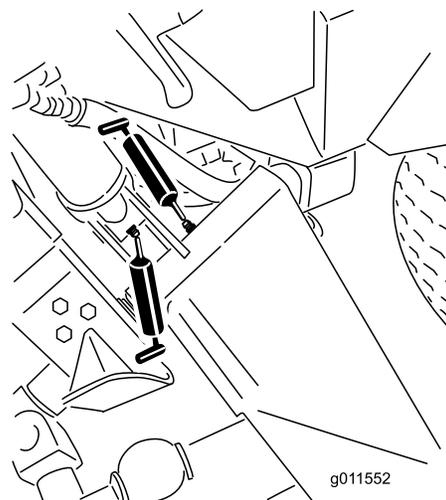
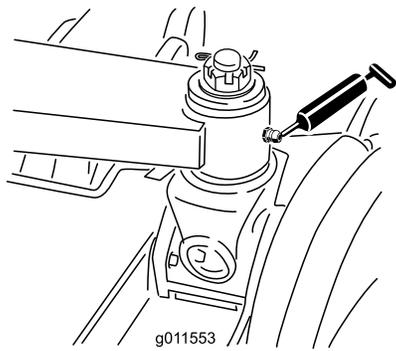

Figura 42
Figura 43
- 6 boccole del braccio di sollevamento principale (Figura 42 e Figura 43)